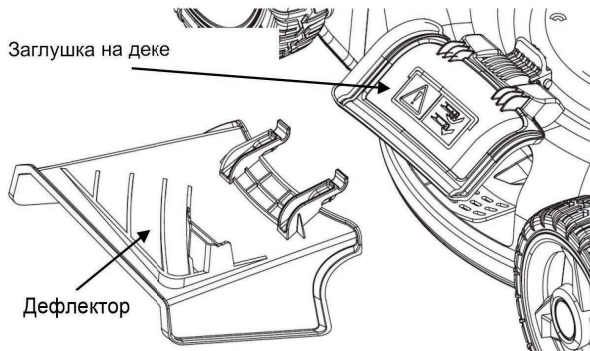

Рис. 15
- Закрепите дефлектор на газонокосилке и опустите крышку бокового выброса (рис. 15), установив пластиковые дефлектора под металлический стержень опоры заглушки.